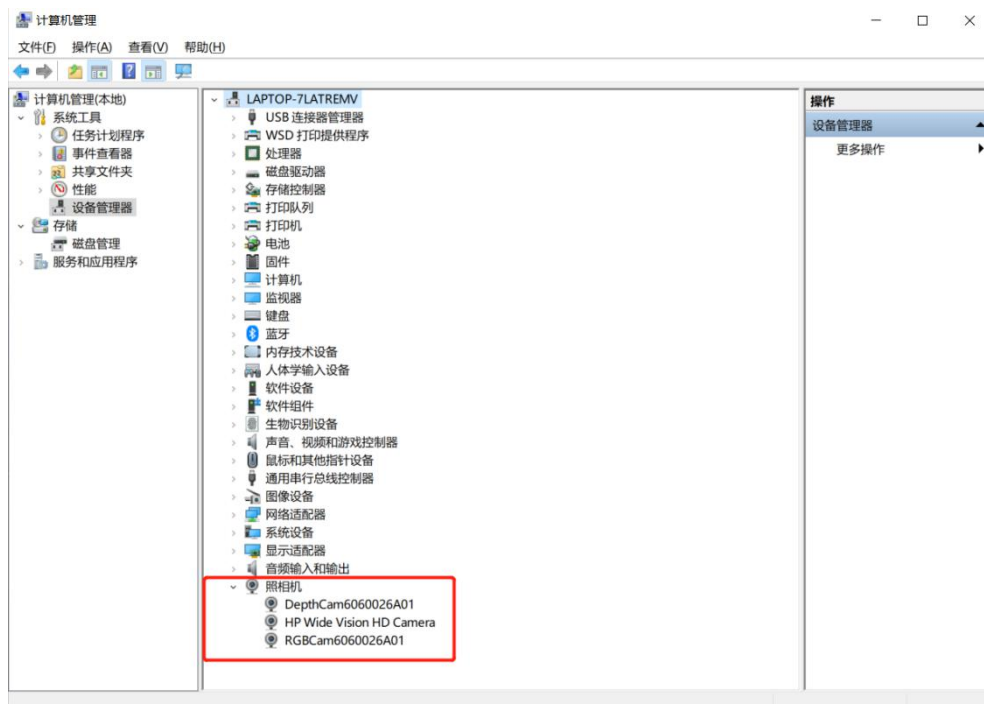

图 3
- (1) 连接电源适配器到 DC 接口，电源指示灯亮。有的电脑 USB 口供电能力强，不接电源适配器相机也能工作，但有可能出现运行不稳定的情况，因此请务必接好适配器。
- (2) 用 USB 数据线连接 3D 相机和电脑 USB3.0 接口，数据指示灯亮。进电脑的设备管理器“照相机”选项，查看 3D 相机的状态，会显示如图 3 内容。